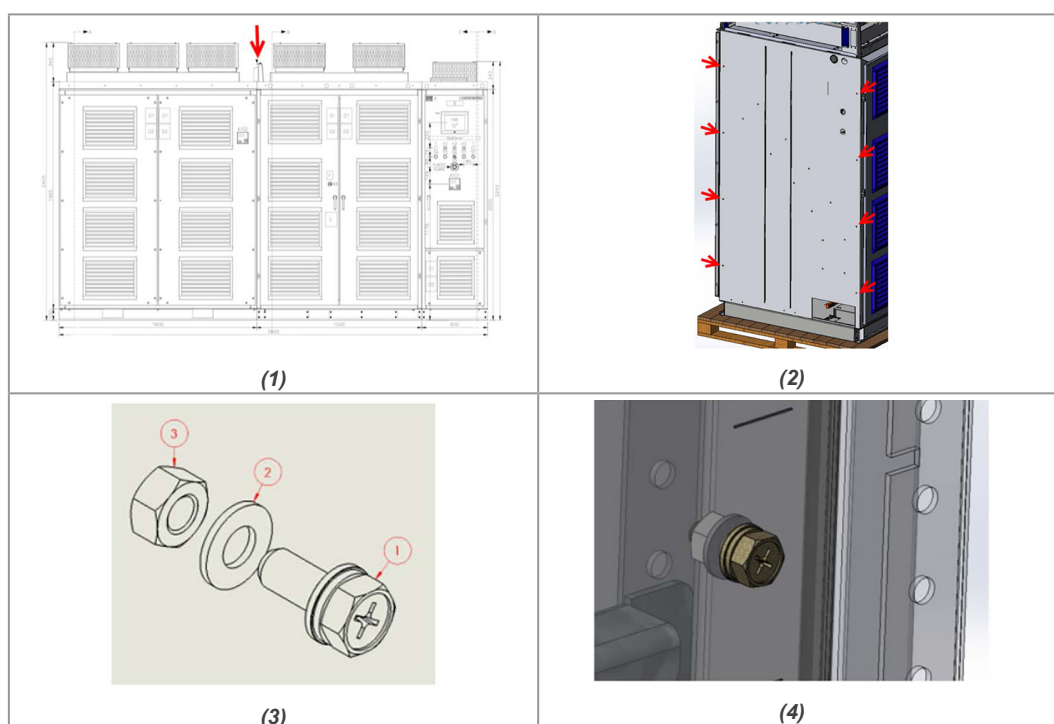

Figura 6.5: Procedimiento de acoplamiento del MVW3000
1. Posicione las columnas lado a lado, de modo que estén alineadas en el sentido de la profundidad, de acuerdo con la Figura 6.5 en la página 6-10 - imagen 1.
2. Use los tornillos, arandelas y tuercas que vienen con el producto, en la caja de ítems individuales, en los ocho orificios de acoplamiento disponibles, vistos en la Figura 6.5 en la página 6-10 - imagen 2.
3. Monte los tornillos de acuerdo con la secuencia mostrada en la Figura 6.5 en la página 6-10 - imagen 3 y aplique el torque de 19 Nm:
4. Tornillo, tuerca y arandela montados, de acuerdo con lo ilustrado en la Figura 6.5 en la página 6-10 - imagen 4.